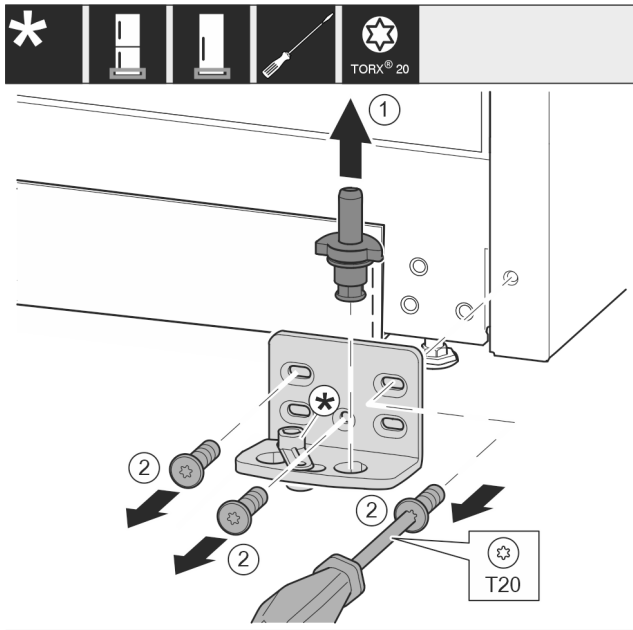

Fig. 27
- Lagerbolzen Fig. 27 (1) komplett nach oben herausziehen.
- Schrauben Fig. 27 (2) mit Schraubendreher herausdrehen und Lagerbock abnehmen.